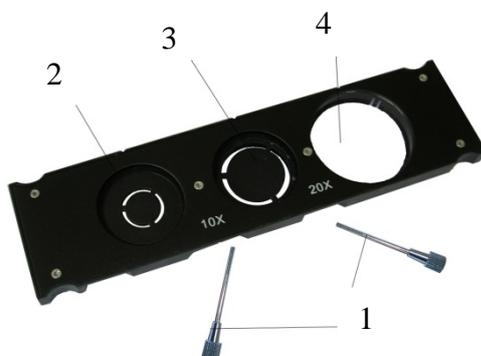

Рис. 11 – Каретка с фазовыми диафрагмами
4.8.1. Работа по методу фазового контраста осуществляется с помощью фазовых объективов Ph10x/0,25 или Ph20x/0,4, каретка с фазовыми диафрагмами и винты для центрировки диафрагм 1 (см. рис. 11). Каретка с фазовыми дисками представляет из себя пластину с диафрагмами различного диаметра 2 и 3, каждая из диафрагм имеет маркировку, которая соответствует кратности объектива, который используется с этой диафрагмой, также каретка имеет слот 4 для установки светофильтра. Для настройки освещения по методу фазового контраста также используется центрирующий телескоп СТ (входит в комплект поставки).